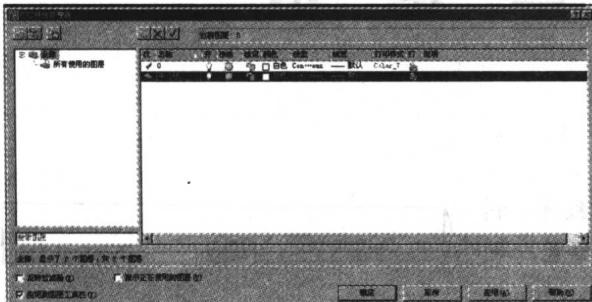

图 3-3 更改图层名
(2) 单击“新建图层”按钮创建一个新层，把该层的名字由默认的“图层 1”改为“中心线”，如图 3-3 所示。